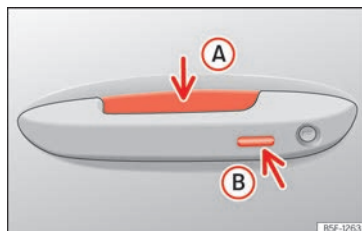

Abb. 74 Türgriff: Sensorflächen.
» (Abb. 74)
- Berühren Sie die auf der Außenseite des Türgriffs befindliche Sensorfläche >>> **(Abb. 74)** **(B)**. Alle Blinker leuchten einmal auf.
- Berühren Sie innerhalb von 5 Sekunden einmal die auf der Außenseite des Türgriffs befindliche Sensorfläche **>>> (Abb. 74) (B)**. Ergreifen Sie dabei nicht den Türgriff. Das Keyless Access-System ist jetzt vorübergehend deaktiviert.
Um mit der **Komfortfunktion** alle elektrischen Seitenfenster und das Glasdach zu schließen, lassen Sie einen Finger einige Sekunden auf der Sensorfläche für Verriegelung **>>> (Abb. 74) (B)** am Türgriff, bis die Seitenfenster und das Dach geschlossen sind.